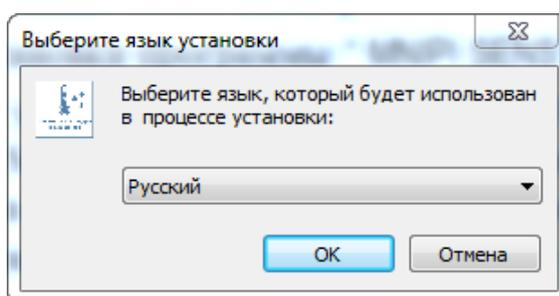

Рисунок 2.1
2.3.3.2 Вставьте диск с ПО "MNIPI SENS" в дисковод CDROM Вашего ПК. На ПК запустите файл "SensBio Setup", который находится в каталоге "MNIPI_Sens_Install" диска CD-R из комплекта поставки (двойным щелчком левой кнопки "мыши" по файлу). На экране монитора появится окно "Выберите язык установки" (рисунок 2.1).